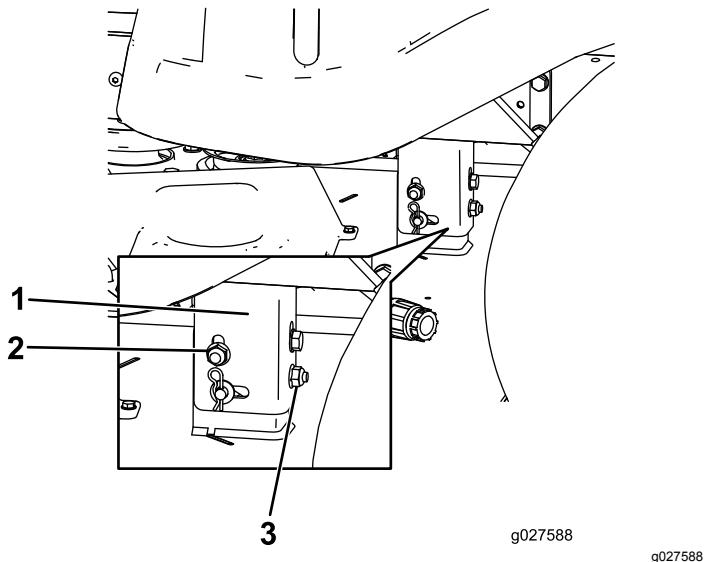

Figura 61
8. Eleve o baje el lado izquierdo de la carcasa de corte girando la tuerca de bloqueo trasera. (Figura 61).